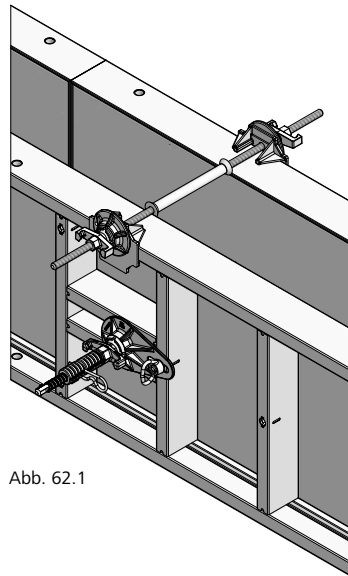

Abb. 62.1
Durch die mittige Ankerstelle kann das StarTec XT-Element problemlos liegend eingesetzt werden (Abb. 62.1 und 62.3). Ggf. ist zur Stabilisierung und zur Einhaltung der Wandstärke im Bereich des oberen Ankers der Distanzhalter oder ein Drängebrett einzuplanen. Der Distanzhalter ist für die Wandstärken 20 und 24, sowie 25 und 30 cm verfügbar.
- benötigt (Abb. 62.1 bis 62.4).